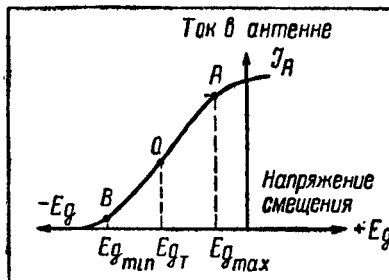

Рис. 13
модуляционную характеристику, которая будет иметь вид, показанный на рис. 13. Модуляционная характеристика имеет три характерные точки, которые соответствуют трем режимам работы окончательного каскада передатчика.
Из статической модуляционной характеристики (рис. 13) видно, какую амплитуду напряжения звуковой частоты следует подать
1. Смещение в телефонной точке E_{gT} (рис. 13) выбрано неправильно (несимметрично между $E_{g \min}$ и $E_{g \max}$).
2. Напряжение звуковой частоты превышает величину, определяемую формулой (12), т. е. имеет место перемодуляция.